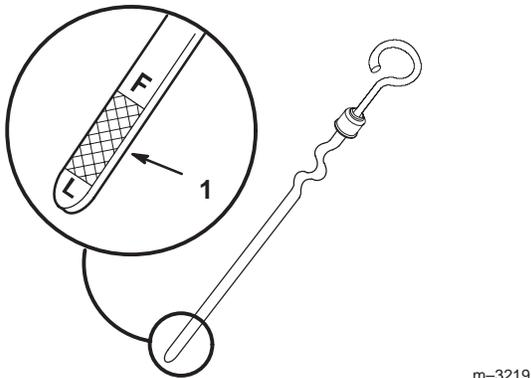

Bild 6
4. Schrauben Sie den Ölpeilstab los und wischen das Metallende ab (Bild 6).
6. Ziehen Sie den Peilstab wieder heraus und kontrollieren das Metallende (Bild 6). Füllen Sie Öl nach, wenn der Ölstand niedrig ist (in der Nähe der L-Marke), siehe Motoröl-Pflege, Seite 25.